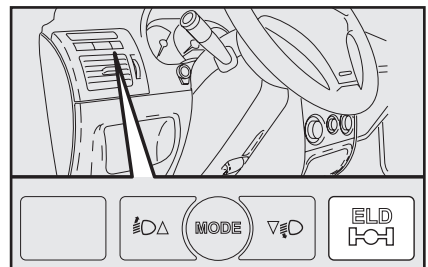

fig. 101
- premere il pulsante ELD-fig. 101 ubicato sulla plancia alla sinistra del volante; il sistema emette un segnale acustico (beep lungo), si accende a luce intermittente la spia ELD sul quadro strumenti ed il display fornisce messaggio dedicato (ELD ON per la durata di 5 secondi);